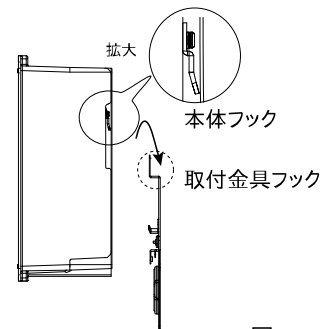

図 12
- ③ 取付金具のフックと本体背面側のフックの位置を確認し、本体フックが取付金具のフックの上になる位置で、取付金具に押し当ててください。(図12)
- ④ そのまま静かに本体を地面側にスライドさせ、取付金具のフックに本体フックを確実に引っ掛けてください。